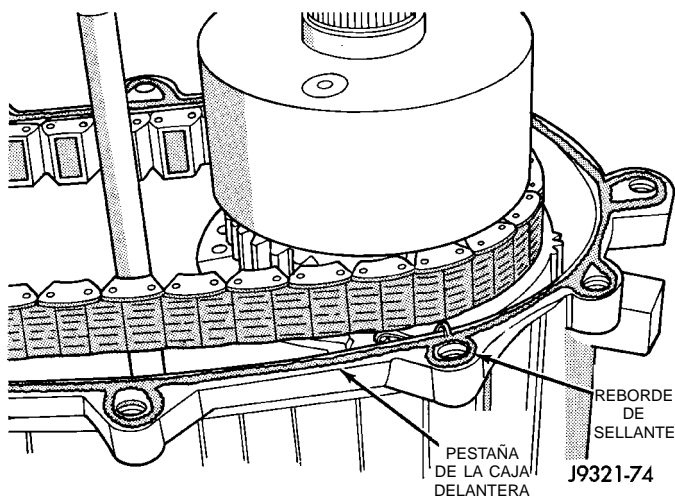

Fig. 66 Aplicación de sellante en la pestaña de la caja delantera
(7) Aplique un reborde de 3 mm (1/8 pulg.) de ancho de formador de juntas Mopar® o sellante adhesivo de silicona en la pestaña de instalación de la caja delantera. Esparza el sellante alrededor de los orificios de los pernos como se ilustra (Fig. 66).